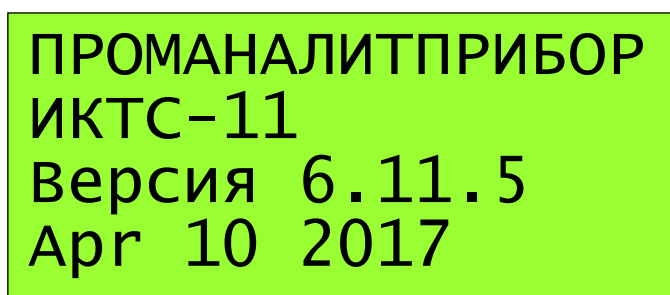

Рис. 9
6.2.2. Подайте электропитание ~ 220 В автоматическим выключателем. После включения газоанализатора, на ЖК индикаторе контроллера через несколько секунд высвечивается надпись с названием прибора и версией прошивки (Рис. 9). Эта же информация доступна в меню прибора при выборе пункта «Главное меню»/ «О программе».